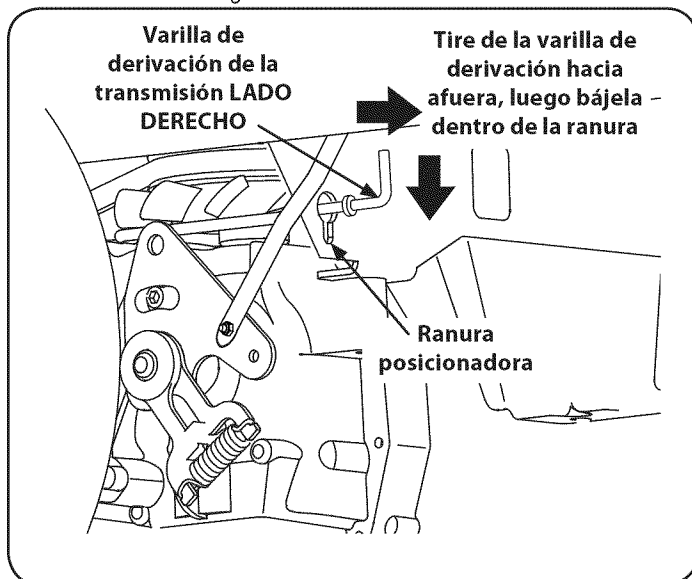

Figura 1
1. Localice la barra de bypass hidrostática en la parte trasera del tractor. Véase la figura 1.